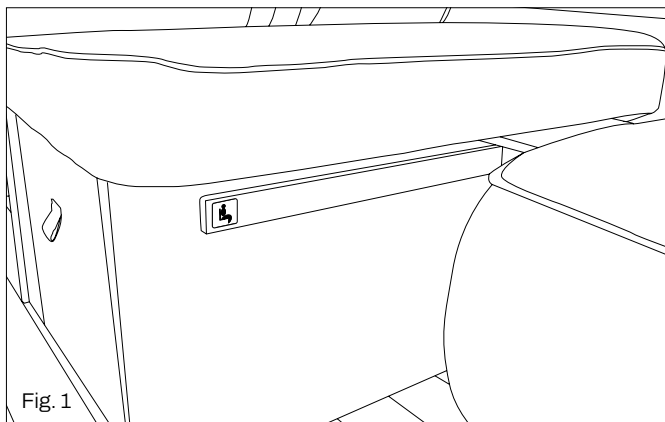

Fig. 1
- Pendant la marche, tous les occupants du véhicule doivent rester assis à leur place. Les sièges homologués sont indiqués sur la carte grise et marqués de l'étiquette prévue à cet effet (voir Fig. 1)